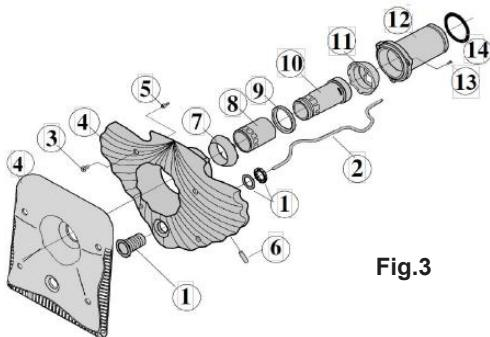
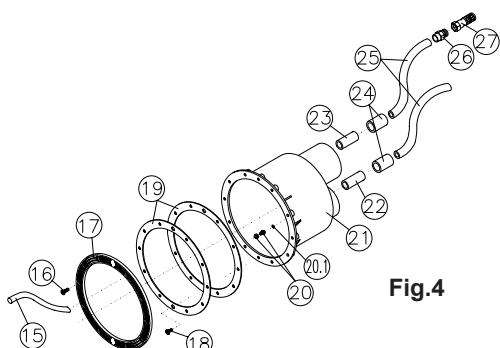

Fig.3
Fig.4
5.1 Per fissare la nicchia su una parete con liner, bisogna seguire le istruzioni fornite nel capitolo 2 (luogo di installazione). Verranno fissate le guarnizioni (n.19, Fig.4), alla nicchia (n.21, Fig.4) con le viti (n.18, Fig.4), tenendo in conto che il liner rimarrà collocato tra le due guarnizioni (n.19, Fig.4). Infine verrà fissato l'anello (n.17, Fig.4) mediante una serie di viti (n.16, Fig.4).
6.1 La nicchia viene fornita con i tubi n.22 e n.23 (Fig.4) già installati, e uno del manicotti (n.24, Fig.4) viene fornito incollato al tubo n.22. Una volta fissata la nicchia alla parete, seguendo le istruzioni del capitolo 2, si procederà all'installazione delle linee dell'aria e pneumatica.
Infine, verrà installato il tubo flessibile (n.15, Fig.4) infilandolo a pressione nel cannello che si trova all'interno della nicchia (vedi Fig. 5a-5b, pag. 50).
Questa linea è costituita da un tubo (n.22), un manicotto (n.24) e un tubo flessibile (n.25); dal momento che il tubo (n.22) e il manicotto (n.24) sono già installati nella nicchia, bisognerà incollare unicamente il tubo (n.25). Prima di incollare l'estremità del tubo (n.25) al manicotto (n.24), si introdurrà il tubo trasparente (n.2, Fig.3) all'interno della linea pneumatica, si passerà l'estremità di tale tubo trasparente (n.2, Fig.3) attraverso il foro della nicchia, e lo si fisserà mediante la morsa passacavo (n.20 e 20.1, Fig.4). Una volta effettuata questa operazione si procederà incollare il tubo (n.25) al manicotto (n.24). L'estremità del tubo (n.2, Fig.3) verrà collegata al microinterruttore situato su un laterale del quadro idropneumatico che viene fornito con l'HIDROJET.